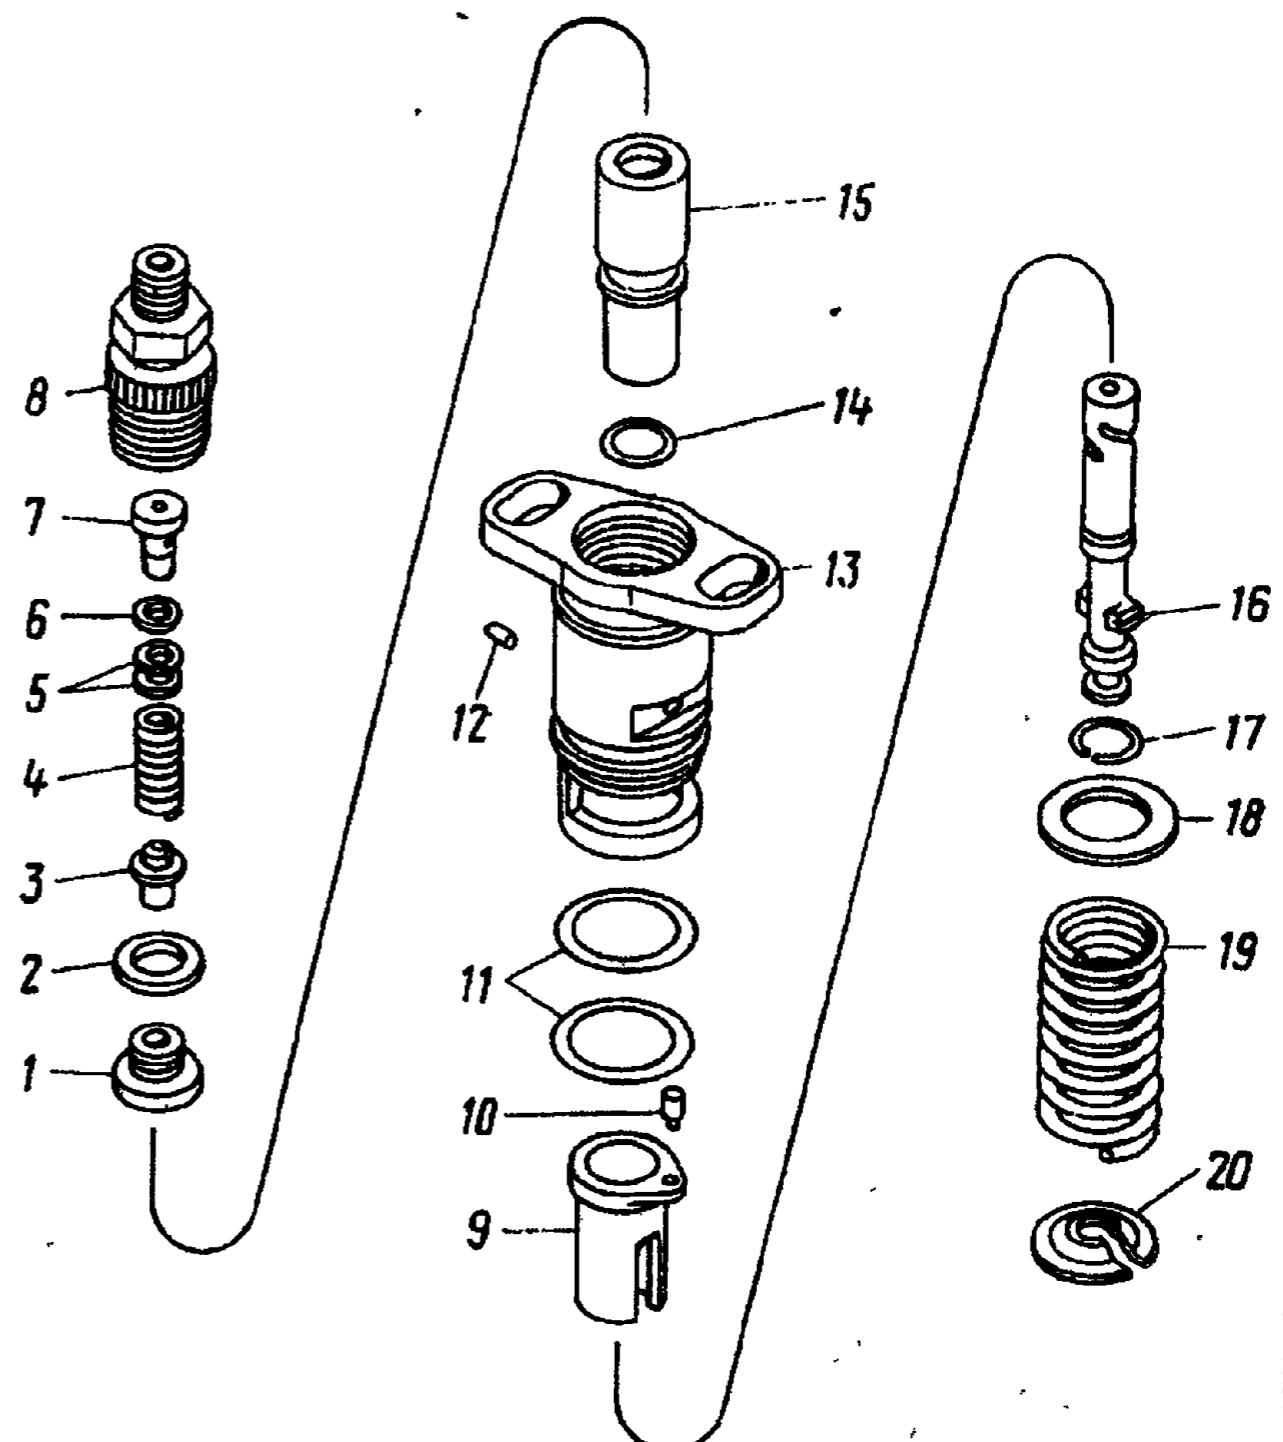
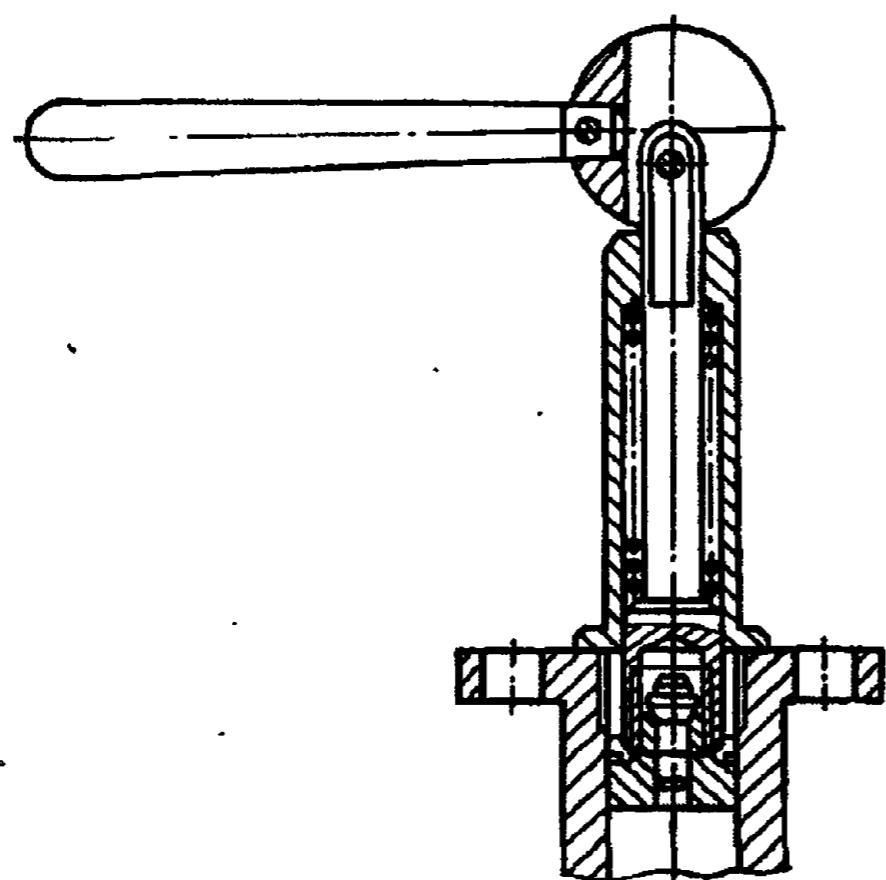

Рис. 84. Секция ТНВД в сборе;
Рис. 85. Снятие нагнетательного клапана
20. Отверните штуцер 8 (рис. 84) секции топливного насоса высокого давления, снимите упор 7 с пружиной 4, снимите регулировочные шайбы 5, снимите приспособлением (рис. 85) нагнетательный клапан 3 (см. рис. 84) с уплотнительной прокладкой 2 и корпус 1 нагнетательного клапана	—
7. Проверьте и при необходимости отрегулируйте шайбами 5 (см. рис. 84) давление открытия нагнетательных клапанов, которое определите по началу вытекания топлива из штуцера насоса, при давлении топлива в магистрали насоса 1,5—1,6 МПа (15—16 кгс/см ²).